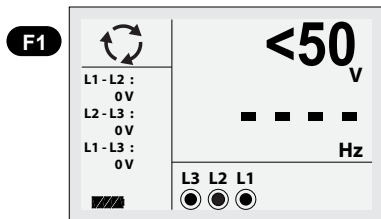

Figur 6.2.1.2 Skärmbild under mätning av Spänning och Frekvens
4. Utför mätning enligt såsom figur 6.2.1.2 visar (Spänning under 50 V AC/DC är inte möjlig att mäta).